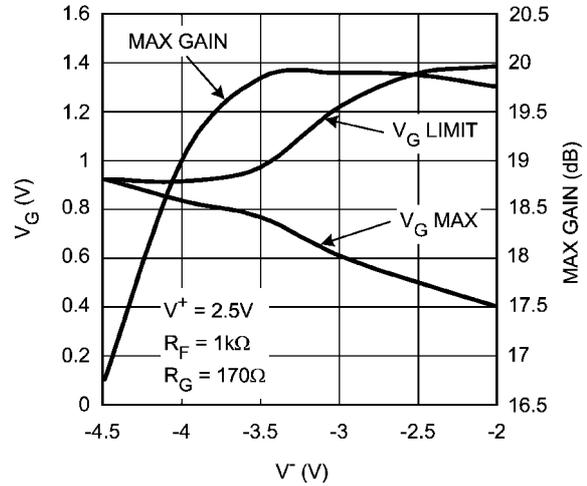

FIGURE 9. V_{G_MAX} , V_{G_LIMIT} , & Max-gain vs. V^- ($V^+ = 2.5V$)
- a) V_G 範囲の圧縮。Figure 9 に示すように V_{G_MAX} (最大ゲインを得るために必要な V_G 電圧) は、 $\pm 5V$ 時には $1V$ であるのに対し $\pm 2.5V$ 時には $0.5V$ となります。同時に、ゲイン・カットオフ電圧 (V_{G_MIN}) は、 $\pm 5V$ 時には $-1V$ であるのに対し $\pm 2.5V$ 時には $-0.5V$ となります。Table 1 に各 V_G 電圧を求める近似式を V^- の関数として示します。
- b) V_{G_LIMIT} (V_G 上の許容可能な最大電圧) の低下。トランジスタのヘッドルームによって回路的に制限されます。このリミット電圧を超えて V_G に電圧を与えると性能に影響が及びます (デバイスが破壊されることはありません)。Figure 9 から、 $V^+ = 2.5V$ で $V^- = -4V$ のとき、 V_{G_LIMIT} は V_{G_MAX} にほぼ一致するまで低下し、その時点で最大ゲインが $1dB$ 程度低下しているのがわかります。このような条件での動作では、最大ゲインを得るために必要な V_G 電圧が、印加可能な上限電圧に達してしまうことを意味します。Figure 9、10 のグラフから、電源電圧が非対称の場合、 V_{G_LIMIT} の圧迫と V_{G_MAX} 曲線によって動作領域が大きく制限されるのがわかります。
- c) 最大ゲインの低下。電源電圧が低くなれば本質的に最大ゲインも下がります ("代表的性能特性" の "Gain vs. V_G ($V_S = \pm 2.5V$)" グラフ参照)。また、(b) と Figure 9 に示される現象が強く現れるようになります。